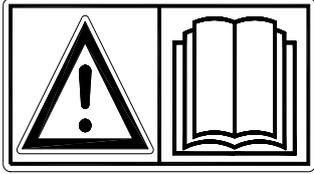

Abb. 1
**Lesen und verstehen** (Abb. 1) Sie die Betriebsanleitung, bevor Sie die Verti-Drain® in Betrieb nehmen.